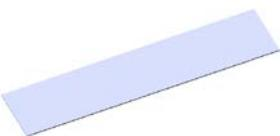
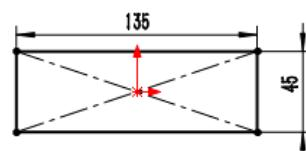

图 11.3.8 基体一法兰 1
图 11.3.9 横断面草图
Step2. 创建图 11.3.8 所示的钣金基础特征——基体一法兰 1。
(1) 选择命令。选择下拉菜单 **插入(I)** → **钣金(B)** → **基体法兰(A)...** 命令(或单击“钣金”工具栏上的“基体法兰/薄片”按钮 )。
(2) 定义特征的横断面草图。
① 定义草图基准面。选取前视基准面作为草图基准面。
② 定义横断面草图。在草图环境中绘制图 11.3.9 所示的横断面草图。
③ 选择下拉菜单 **插入(I)** → **退出草图** 命令，退出草图环境，此时系统弹出“基体法兰/薄片”对话框。
④ 定义钣金参数属性。在 **钣金参数(S)** 区域的文本框  中输入厚度值 0.5。
(4) 单击  按钮，完成基体一法兰 1 的创建。